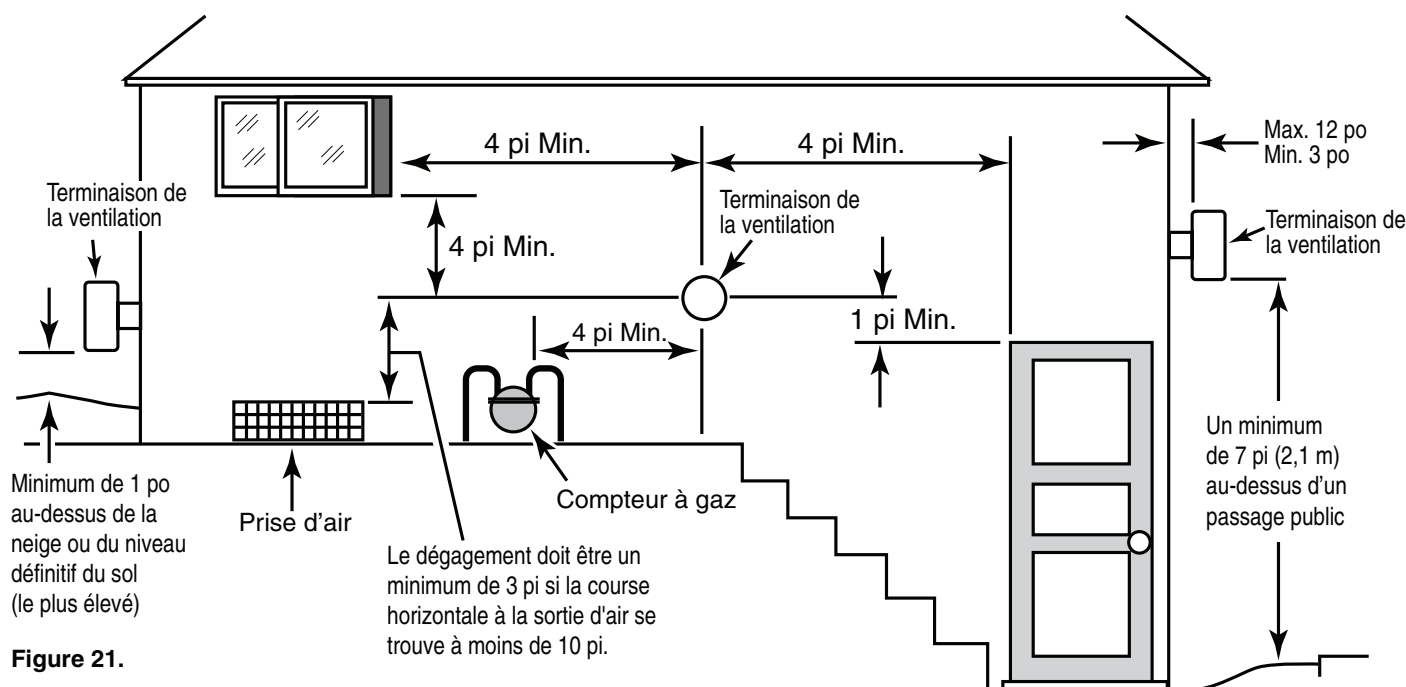

Figure 21.
3. Ouvrir le couvercle de la boîte de commande (voir la figure 21).